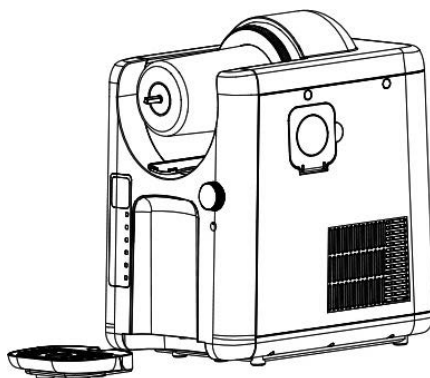

Fig. 9
10. Verwijder de mixer (fig. 9) en veeg eventuele vloeistoffresten van de basisbehuizing. Maak de koelcilinder en de afdichting schoon met een schone doek.